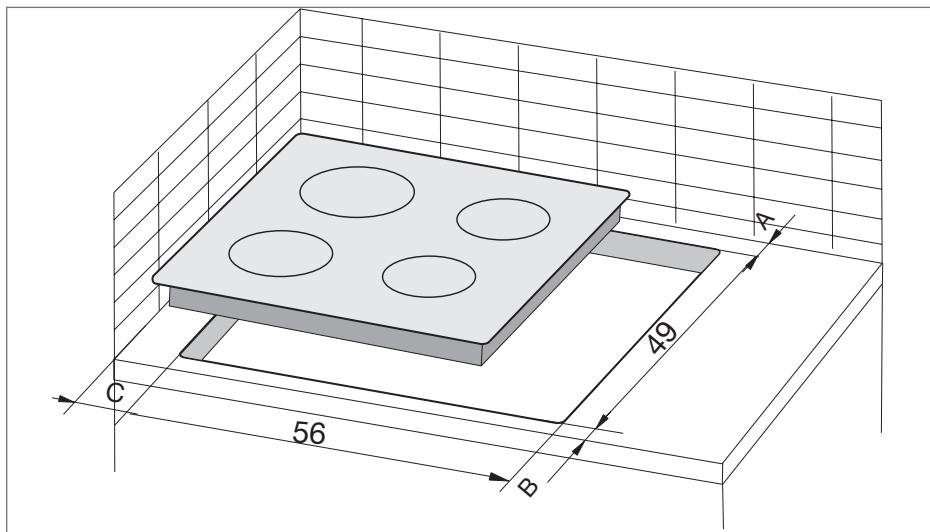

Abbildung 1
- Der Ausschnitt der Arbeitsplatte muss den Maßen (B x T): **56 x 49 mm** (siehe Abbildung 1) entsprechen.
- Bitte lassen Sie ausreichend Freiraum um die Einbaunische herum: Lassen Sie mindestens **50 mm** zwischen dem Kochfeld und der dahinter befindlichen Wand (Maßangabe A, Abbildung 1), **60 mm** zwischen dem Kochfeld und
- der Vorderseite (Maßangabe B, Abbildung 1) und **55 mm** zwischen dem Kochfeld und der seitlichen Wand (Maßangabe C, Abbildung 1).